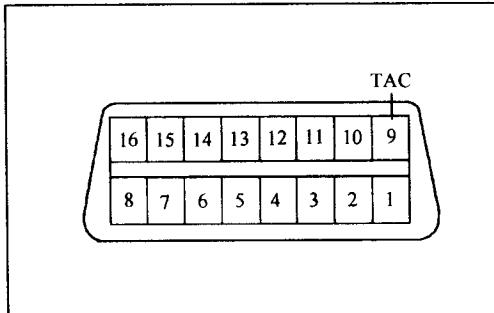

图 1-3
- (1)发动机暖机。
- (2)使用手持式检测器时:连接手持式检测器至 DLC3 上,检查怠速转速,怠速转速:610~710r/min。注意:当冷动风扇电机停止转动后才检查怠速,关掉所有电器和空调。
- (3)不使用手持式检测器时:用维修短接线(SST 09834-18040)把 DLC3 中的端子 9(TAC)连到转速计上,如图 1-3 所示,检查怠速转速(610~710r/min)。